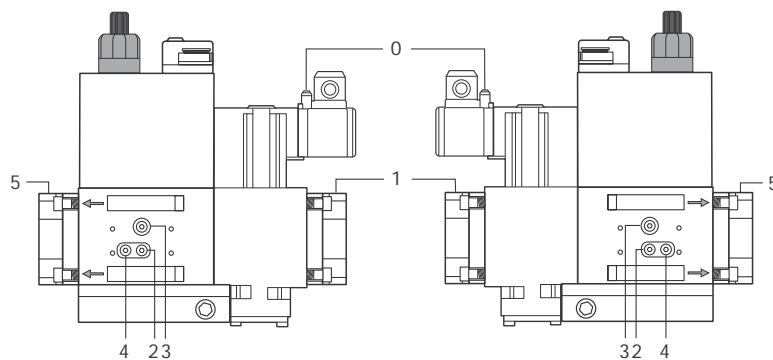
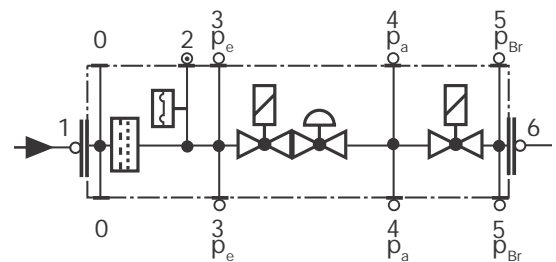

Fig. 36
Fig. 37
- 1 togliere il coperchio svitando le viti di bloccaggio (A);
- 2 smontare la cartuccia filtrante (B), pulirla con acqua e sapone, soffiare con aria compressa (o sostituirla se necessario)
- 4 facendo attenzione che l'o-Ring sia sistemato nell'apposita cava (C), richiudere il coperchio bloccandolo con le apposite viti (A).
- Pulire o sostituire il filtro se la differenza di pressione fra i punti 1 e 2 (Fig. 36-Fig. 37) $\Delta p > 10$ mbar.